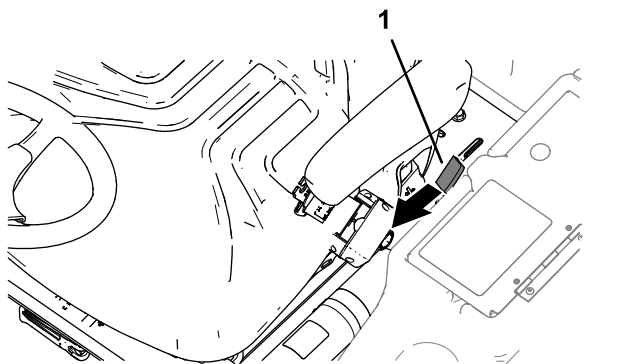

Figura 40
1. Mova o manipulador de fecho da plataforma (Figura 40) em direção à parte frontal da máquina até que o fecho claramente encaixe na barra de bloqueio.